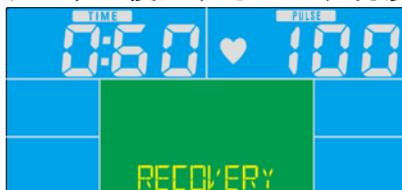

図 22
- (1). PULSE (心拍数) 入力がない場合、リカバリーボタンを押しても無効です。
- (2). PULSE (心拍数) 値が表示された後、このボタンを1回押します。
- i. リカバリー時間及び心拍数機能が有効になり、他の機能が無効になり、表示しなくなります(図 22)。